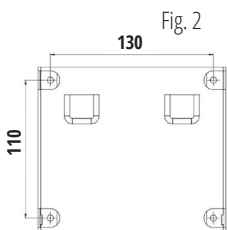

Fig. 2
**PASO 1. TALADRADO.** Taladre 4 agujeros de montaje con un diámetro de 6 mm y una profundidad de al menos 50 mm en la pared para instalar el soporte mural (Fig. 2).